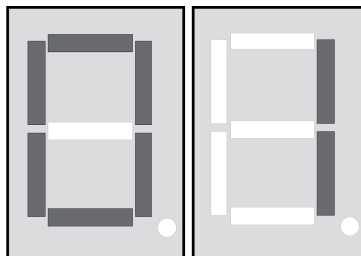
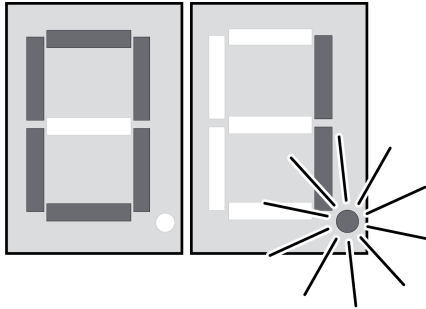

Figura 4: L'indicatore del canale è illuminato
Figura 5: Modalità di assegnazione
- Collegare la batteria a blocco da 9 V alla clip di collegamento (8).
L'indicatore del canale (13) è illuminato e indica il canale radio attuale (figura 4).
- Premere i due tasti ▲ e ▼ (12) per circa 5 secondi. Sull'indicatore si accende anche il punto decimale destro (figura 5).
L'indicatore del canale (13) è illuminato (figura 4).
- Premere i due tasti ▲ e ▼ (12) per circa 5 secondi.
- Sull'indicatore si accende anche il punto decimale destro (figura 5).
- Coi tasti ▲ / ▼ (12) selezionare il nuovo canale radio desiderato.
- Premere i due tasti ▲ e ▼ (12) per circa 10 secondi.